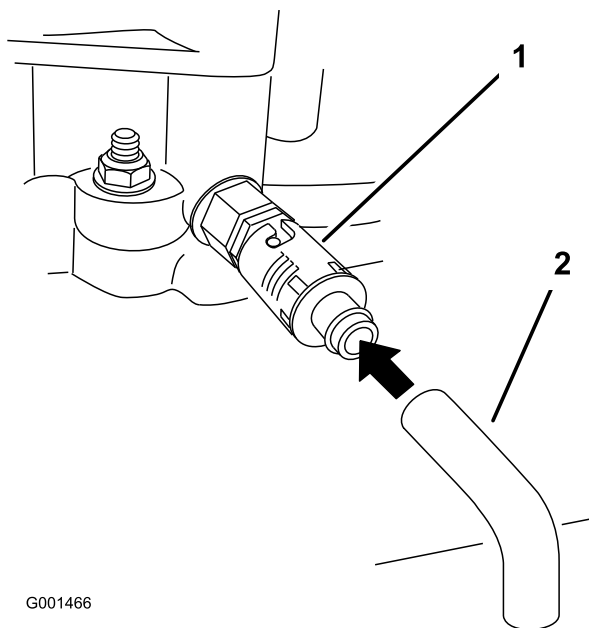

Figura 25
6. Coloque un recipiente debajo del tubo de vaciado. Gire la válvula de vaciado para que se drene el aceite (Figura 25).
8. Retire el tubo de vaciado (Figura 25).